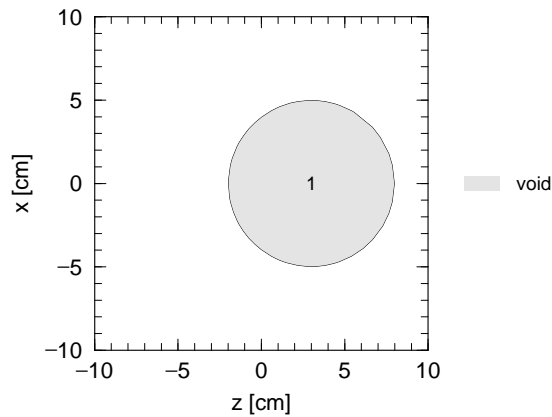

図 10: 例題(1)の空間を  $xz$  平面で切り取った断面図。セル番号1の領域はボイド(真空)。
を考えてみます。5 行目の SZ を用いて定義される面番号 10 の面は中心を (0,0,3)、半径を 5cm とする球面であるため、方程式は  $f(x, y, z) = x^2 + y^2 + (z - 3)^2 - 5^2 = 0$  となります。球の内はマイナス側、外はプラス側と定義されますが、これらは球の中心の座標 (0,0,3) や球の外の適当な座標 (0,0,10) を代入して、 $f(0, 0, 3) = -25 < 0$ ,  $f(0, 0, 10) = 24 > 0$  となることから確認できます。[cell] セクションではこのような領域の区切り方を行った上で、必要に応じて各領域にセル番号を付与します。例題 (1) の 2 行目では、セル番号 1 のセルがボイド (真空) であることと、その領域が球面のマイナス側であることが定義されており、図 10 で示す仮想空間を構築します。図 10 は、例題 (1) でつくられる領域を  $xz$  平面で切った断面図として見た